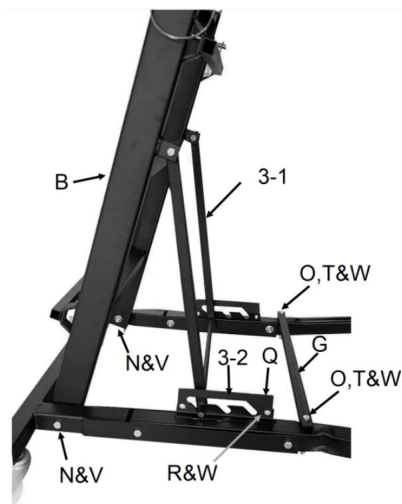

Fig. 3
3. Installeer de ladderconstructie (B) door door elk een framebout (N) te steken zijde van de basis van een borgmoer1 (V). Zwaai de hoeksteen van de ladder (Fig.3 3-1) in de hoogteverstellingsinkepingen (3-2). Zorg ervoor de dwarsbalk stevig op zijn plaats zit.